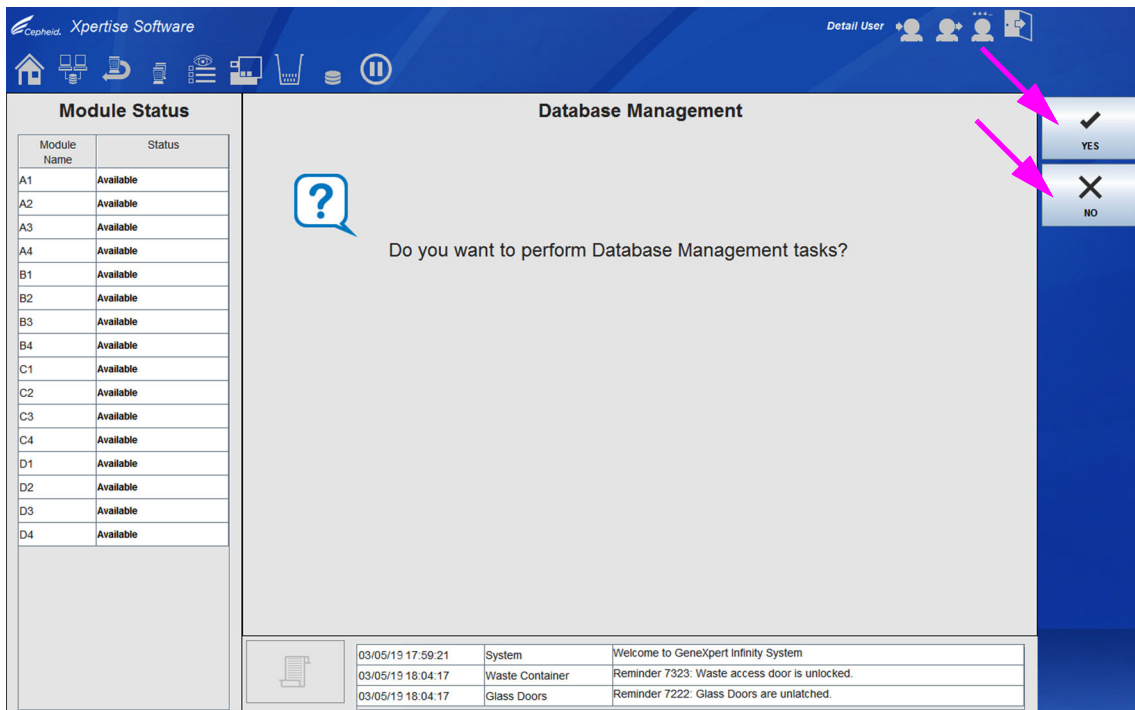

Figura 5-22. Área de trabalho Database Management (Gestão da base de dados)
1. Se a caixa **Database Management Reminders (Lembretes de gestão da base de dados)** na área de trabalho System Configuration General (Configuração do sistema Geral) (ver Figura 2-25) **não** estiver assinalada, o lembrete da área de trabalho Database Management (Gestão da base de dados) (ver Figura 5-22) não será apresentado e não será necessária qualquer ação adicional. Vai sair do software Xpertise e será apresentado o ambiente de trabalho Windows.
2. Se a caixa **Database Management Reminders (Lembretes de gestão da base de dados)** na área de trabalho System Configuration General (Configuração do sistema Geral) (ver Figura 2-25) estiver assinalada, o lembrete da área de trabalho Database Management (Gestão da base de dados) (ver Figura 5-22) será apresentado a perguntar-lhe se quer efetuar tarefas de gestão da base de dados.
- A. Se selecionar **NO (NÃO)** na área de trabalho Database Management (Gestão da base de dados) (ver Figura 5-22), vai sair do software Xpertise e será apresentado o ambiente de trabalho Windows.
- B. Se selecionar **YES (SIM)** na área de trabalho Database Management (Gestão da base de dados) (ver Figura 5-22), vai ser-lhe pedido para selecionar a tarefa que quer efetuar (ver Figura 5-23).